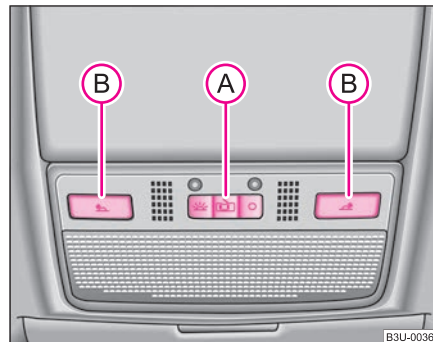

Fig. 41 Detalle del revestimiento interior del techo: luces del habitáculo delanteras
- Desplace el conmutador (A) ⇒ fig. 41 a la posición central
- Pulse uno de los conmutadores **(B)** ⇒ página 64, fig. 41 para conectar y desconectar la lamparita de lectura izquierda o derecha.